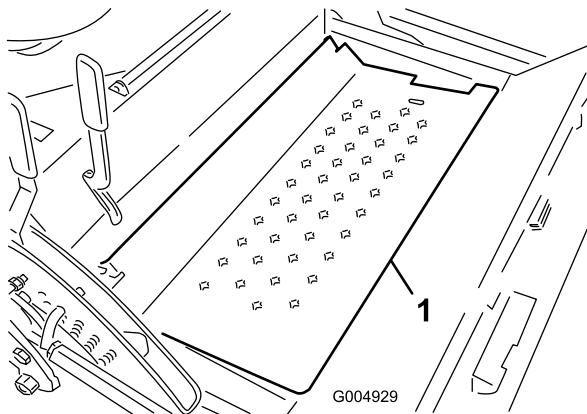

Figure 10
6. Relevez le panneau de plancher (Figure 10).